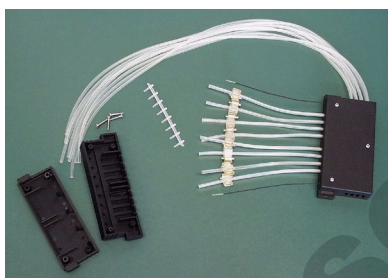

Figure 5-33. Bande d'aiguilles retirée
4. Remplacez la bande d'aiguilles (Figure 5-33). Les aiguilles de la bande d'aiguilles doivent être propres pour fonctionner correctement (Figure 5-34).